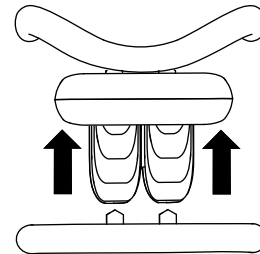

Bild 6
- Bewegen Sie den Fahrantriebshebel nach vorne, um vorwärts zu fahren (Bild 6).